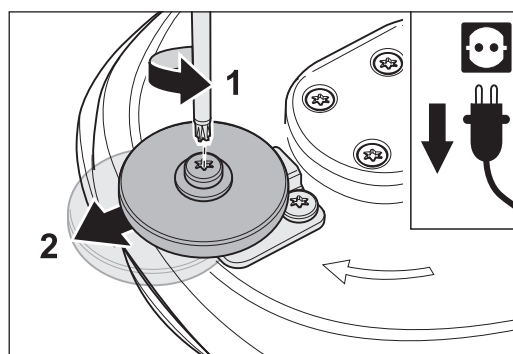

Fig. 53 Afloje el tornillo y desplace el rodillo protector de la pared.
- 2 Desenrosque con la llave múltiple el tornillo del centro del rodillo protector de la pared y muévelo hasta la posición delantera (Fig. 53).
- 2** Con la llave múltiple saque el tornillo del centro del rodillo protector de la pared (Fig. 53, 1.).